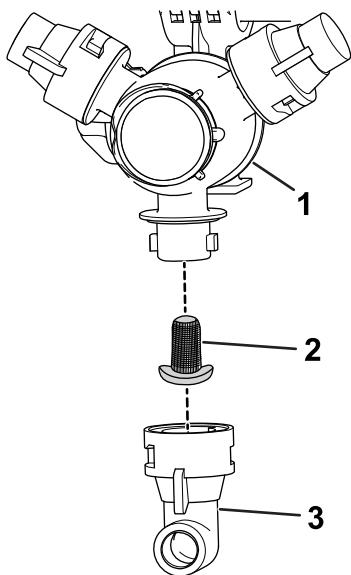

Bild 57
- Nehmen Sie die Düse vom Sprühdrehkreuz ab (Bild 57).
- Entfernen Sie den Düsenfilter (Bild 57).
- Setzen Sie den Düsenfilter ein (Bild 57).
- Setzen Sie die Düse auf das Sprühdrehkreuz auf (Bild 57).